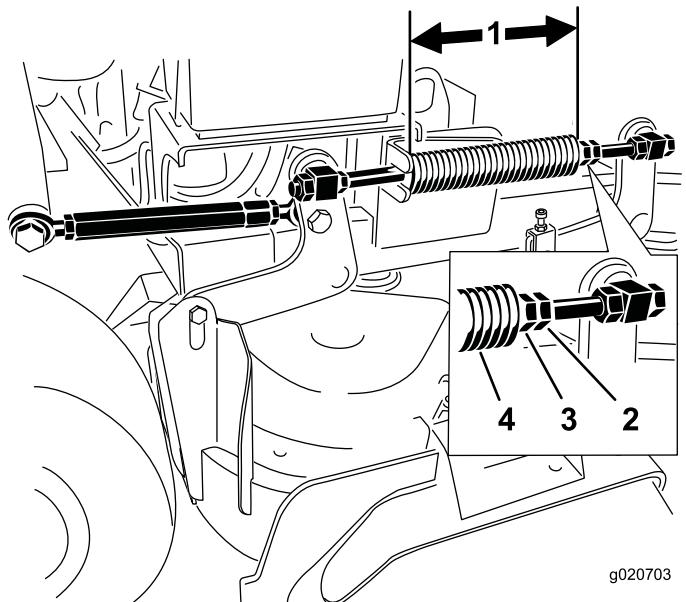

Figura 87
**Nota:** La longitud nominal es de 28,2 cm para carcasa de corte de 91 cm y de 25,7 cm para carcasa de corte de 102 cm (Figura 87).
3. Ajuste esta distancia aflojando la contratuerca elástica y girando la tuerca que está delante de cada muelle (Figura 87).
4. Fije la tuerca en la posición deseada apretando la contratuerca elástica (Figura 87).